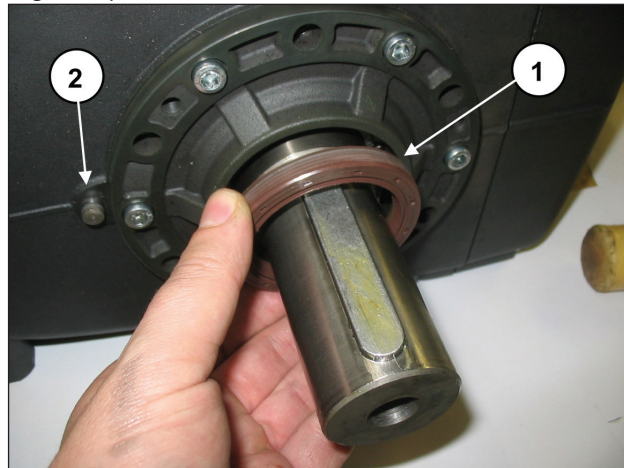

Fig. 33
Pour modifier la version en posant le groupe réducteur où il n'est pas prévu, il faut déposer la bague d'étanchéité ou le joint spi de l'arbre (Fig. 33, rep. ①) et insérer sur le carter la goupille Ø8 de repère boîtier de réducteur (Fig. 33, rep. ②). Procéder ensuite aux opérations décrites au paragr. 2.1.4. En modifiant la version, après dépose du groupe réducteur dans les cas prévus, introduire le joint d'huile de l'arbre dans le siège sur le couvercle latéral à l'aide de l'outil réf. 27904800 (Fig. 33, rep. ①).